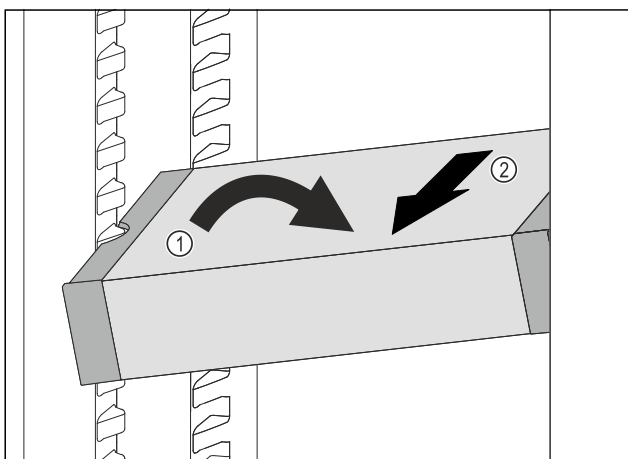

Fig. 158
- Incliner le VarioSafe dans la partie réfrigérateur. Fig. 158 (1)
- Sortir le tiroir VarioSafe par l'avant. Fig. 158 (2)